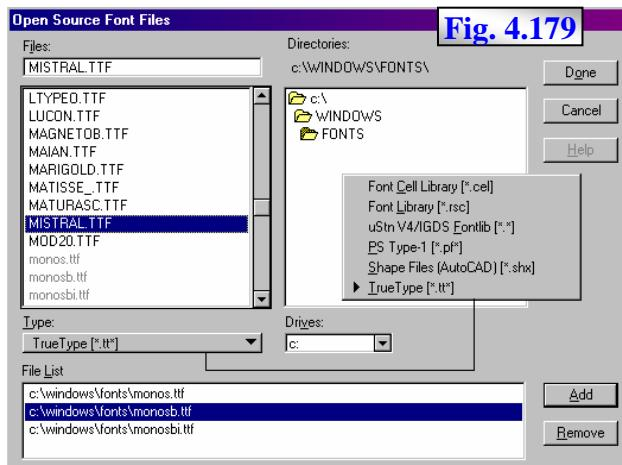

Fig. 4.179
- pentru selecția fișierelor sursă a font-urilor, prin activarea butonului **Open** localizat sub zona **Source File**, se activează fereastra **Open Source Font File**, fig. 4.179, unde;